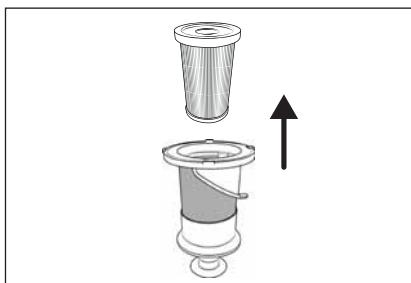

Fig. 19
- 4) Para retirar el filtro HEPA ④ del filtro de acero inoxidable ⑤, agarre el filtro HEPA ④ por el orificio y extrágalo del filtro de acero inoxidable ⑤ (consulte la fig. 19).